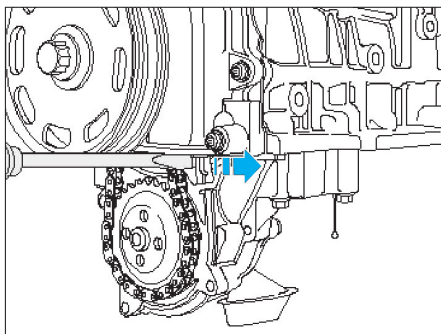

Fig. 16
- À l'aide d'un tournevis, pousser le tendeur de chaîne dans le sens de la flèche (Fig.16).